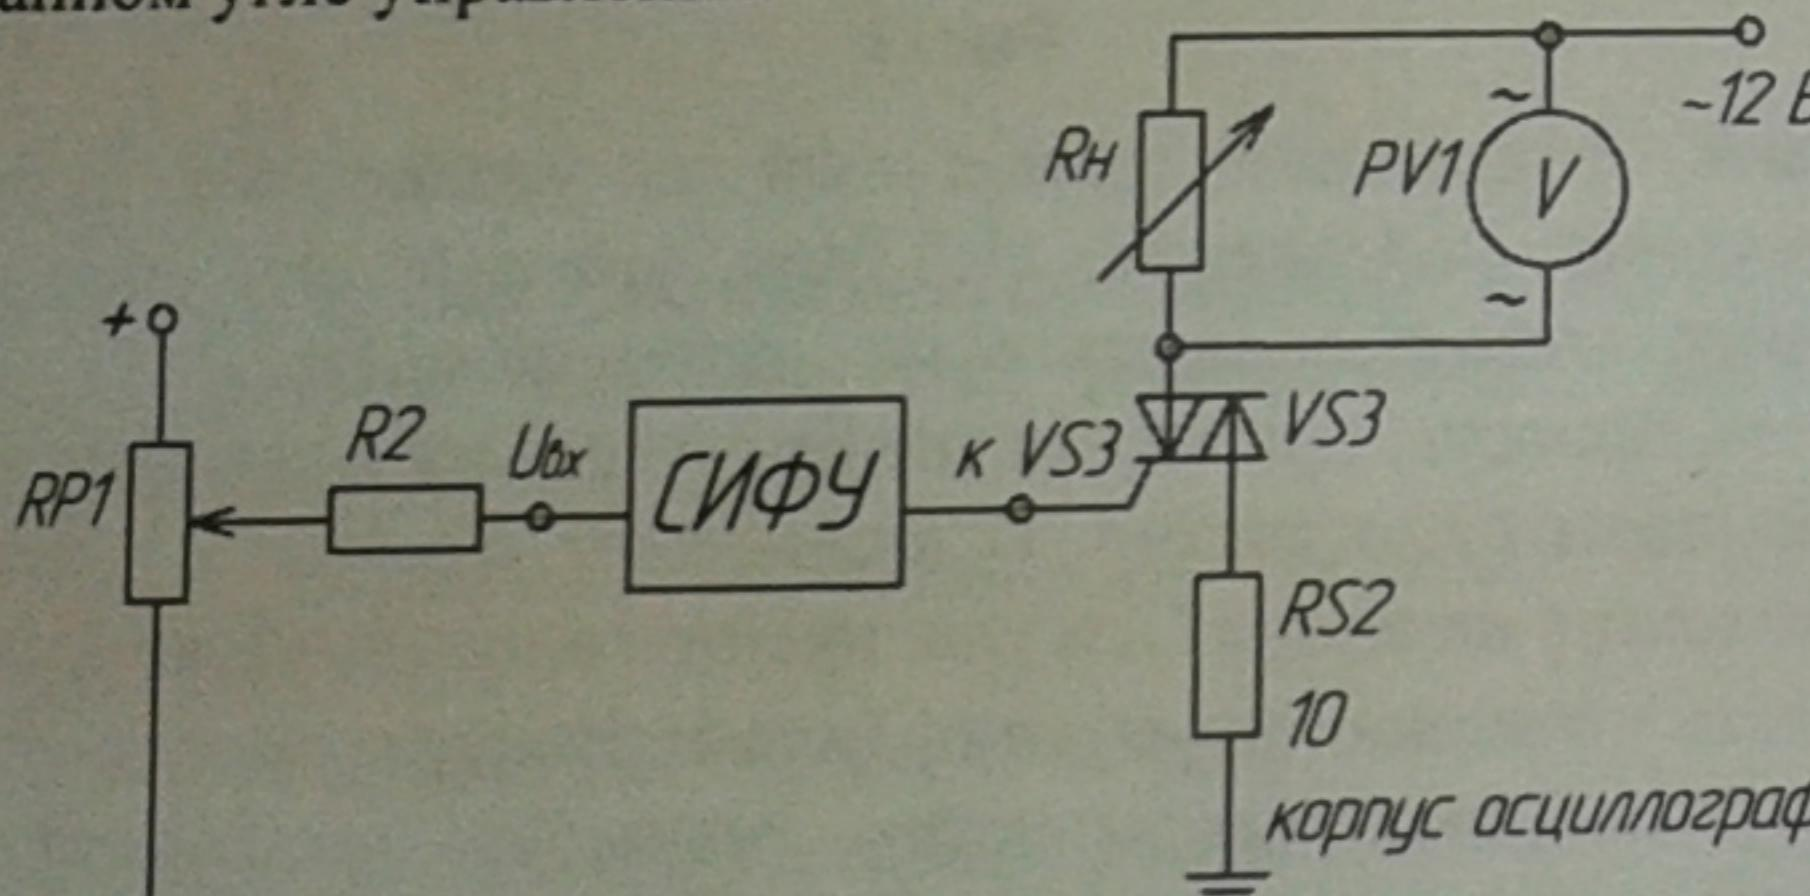

Рис. 3. Схема для исследования однофазного преобразователя переменного напряжения на симисторе
- собрать схему преобразователя рис. 3. Включить питание модуля;